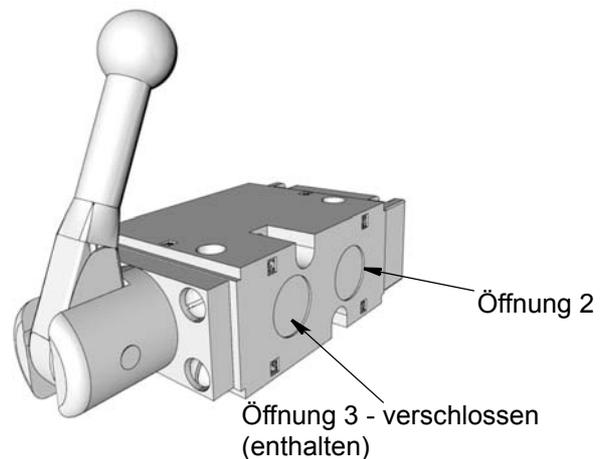

FIG. 14
- b. Öffnung 2 an Luftmotor der Trommel anschließen (FIG. 14).